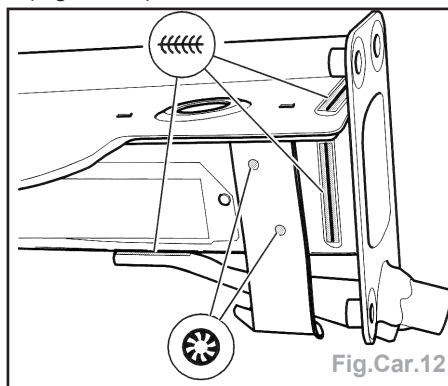

Fig.Car.12
- Souder l'appui de l'amortisseur de chocs par soudure pleine sous gaz protecteur (Fig.Car.12).